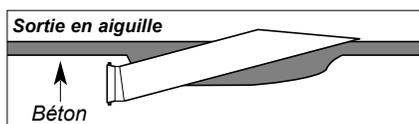

fig. 7
- La sortie en aiguille — voir fig. 7 et page 19.